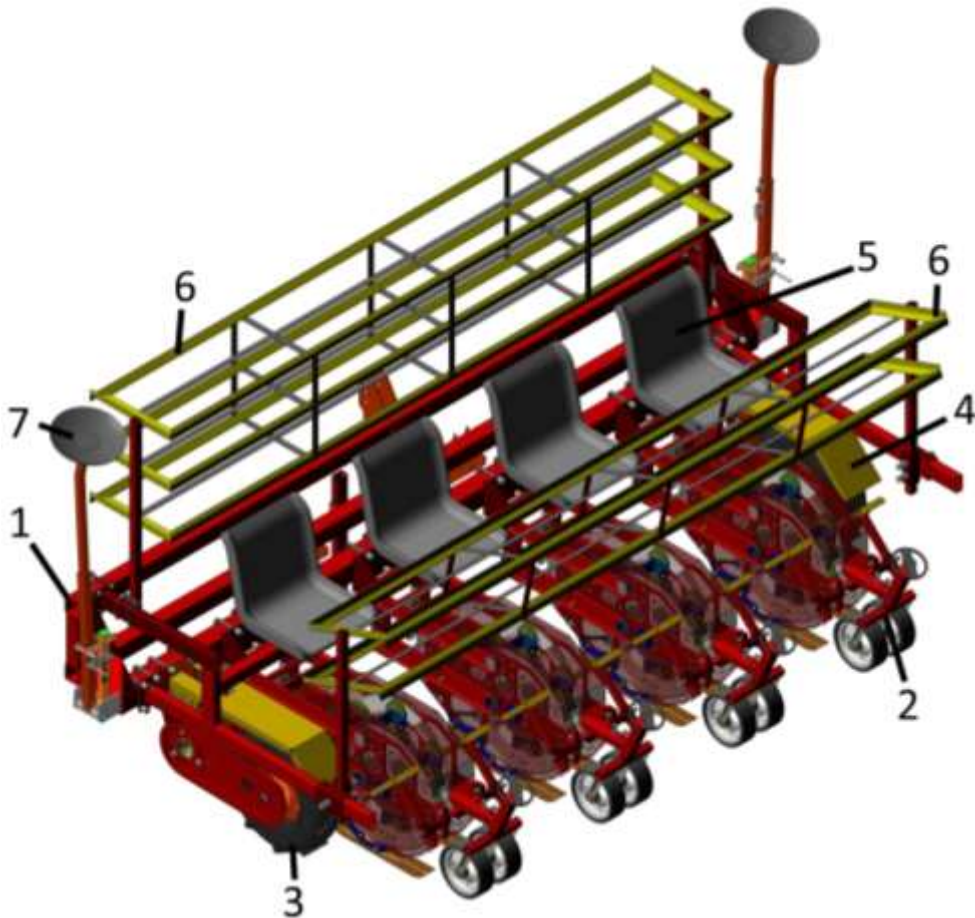

Рисунок 1 – Машина рассадопосадочная МРП-4
3.1 Машина рассадопосадочная МРП представляет собой навесную машину (рис. 1) и состоит из следующих основных частей: рамы 1, на которой установлены посадочные секции 2 (2, 4 или 6 секций), опорное 3 и опорно-приводное 4 колеса, сиденья 5, стеллажи для кассет с рассадой 6. При необходимости, на машину могут устанавливаться маркеры 7.